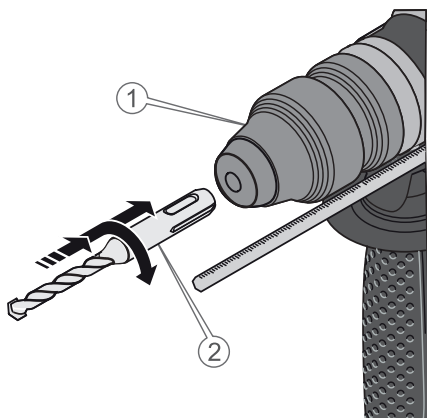

Рисунок 5. Встановлення свердла (зубила) в патрон стандарту «SDS-plus».
5) Вставити свердло (зубило) (2, рис. 5) в патрон трохи відтягнувши пильник патрону (1, рис. 5);